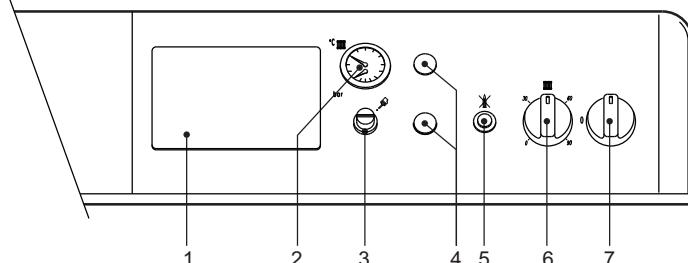

fig. 1 - Pannello comandi
- Portare l'interruttore di caldaia "7" sulla posizione 1 (fig. 1).
- Qualora la caldaia venga dotata di una centralina elettronica termostatica, montata in posizione 1 di fig. 1, l'utente dovrà tenere conto anche delle istruzioni fornite dal costruttore della stessa.
Ruotando la manopola 6 di fig. 1 in senso orario la temperatura dell'acqua di riscaldamento aumenta, in senso antiorario diminuisce. La temperatura può essere variata da un minimo di 30° ad un massimo di 90°. Consigliamo comunque di non far funzionare la caldaia al di sotto dei 45°.
Impostare tramite il termostato ambiente la temperatura desiderata all'interno dei locali. Su comando del termostato ambiente la caldaia si accende e porta l'acqua impianto alla temperatura impostata dal termostato di regolazione caldaia 6 di fig. 1. Al raggiungimento della temperatura desiderata all'interno dei locali il generatore si spegne.
La pressione di caricamento ad impianto freddo, letta sull'idrometro caldaia part. 2 di fig. 1, deve essere di circa 1,0 bar. Qualora durante il funzionamento la pressione dell'impianto scendesse (a causa dell'evaporazione dei gas disciolti nell'acqua) a valori inferiori al minimo sopra descritto, l'Utente dovrà, agendo sul rubinetto di caricamento, riportarla al valore iniziale. A fine operazione richiedere sempre il rubinetto di riempimento.